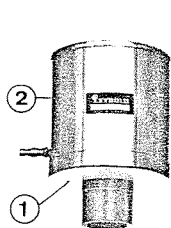

Fig. 1.1
2.1 Ionisationskammer (546 25); s. Fig. 1.1
2.1 Ionization Chamber (546 25) see Fig.1.1
- ① Kammerboden mit 4-mm-Buchse zum Anschluß des positiven Pols der Spannungsquelle sowie mit ringförmigem Isolator (Innendurchmesser 13 mm), durch den eine mit der stromempfindlichen Meßanordnung verbundene Elektrode in die Kammer eingeführt wird.
- ② Kammerdeckel mit Schlauchwellen zum Einblasen von Thoron (aus dem Gefäß mit Thoriumsalz, 546 36) oder von Gasen, deren Ionisierung durch radioaktive Strahlung untersucht werden soll.
- ① Bottom of the ionization chamber with 4 mm socket for connecting the positive pole of the voltage supply and a circular insulator (inner diameter 13 mm), through which an electrode connected to the current sensitive measuring set up is led.
- ② Chamber lid with tube valves for injecting thoron (out of the thorium source 546 36) or gases upon which the ionization effects of radiation are to be examined.